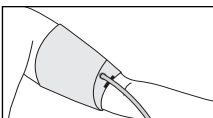

Рис.11
6. Если рука полная и имеет выраженную конусность, то рекомендуется надевать манжету по спирали (рис. 11).